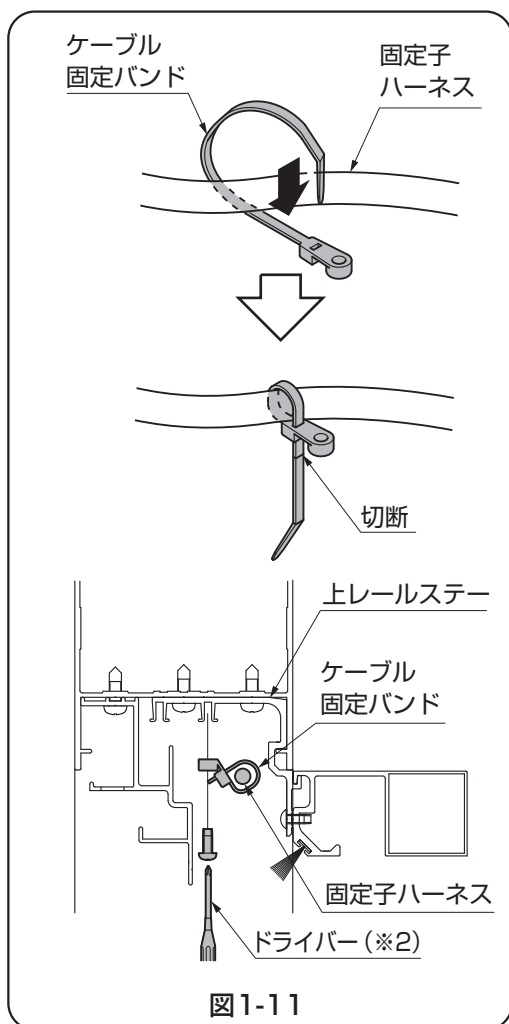

図1-11
- ③ ケーブル固定バンドを上レールステーに【1-1】で取付けてください。(図1-11参照)